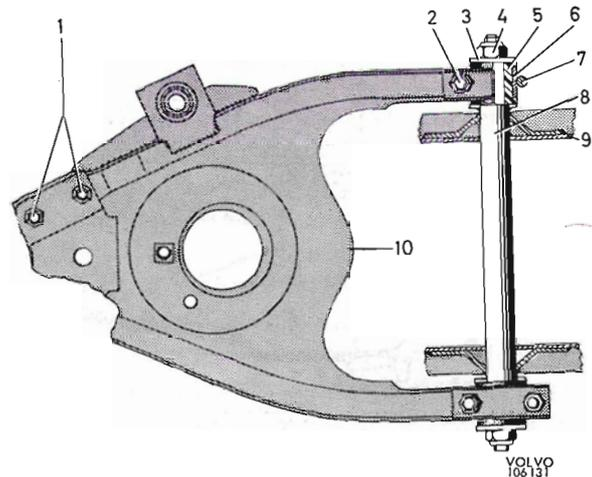
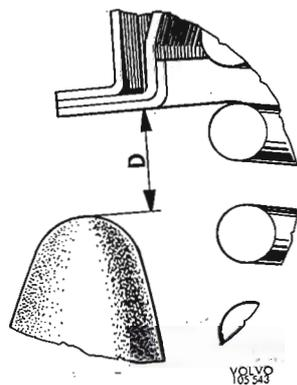

Abb. 31 Unterer Querlenker, früh. Ausf.
Abb. 32 Einbaulage für Querlenker
2. Muttern (2, Abb. 31) abschrauben und die Krampen (7) entfernen. Muttern (4) lösen und Unterlegscheiben (3) abnehmen.
4. Neue Gummibuchsen (5) und Metallbuchsen (6) mit Seifenlösung anfeuchten und auf der Querlenkerachse (8) einbauen. Unterlegscheiben (3) anbringen und die Muttern (4) aufschrauben. Beim Anziehen der Verschlußmutter soll der Querlenker radseitig so weit hochgestützt werden, daß der Abstand zwischen Gummipuffer und Vorderachsträger ungefähr 40 mm beträgt. Anziehmoment für Verschlußschrauben: 5,5–6,2 mkp.
5. Querlenker entlasten und die Krampen (7, Abb. 31) mit den Muttern (2) um die Querlenkerachse zusammenspannen. Muttern mit einem Moment von 2–2,5 mkp festziehen.
5. Querlenker-Achsbolzen (3) einbauen. Beachten, daß die kleinere Scheibe (1) unter dem Bolzenkopf angebracht werden muß.
6. Gegenüberliegend die größere Scheibe (5) anbringen und die Verschlußmutter (6) aufschrauben. Verschlußmutter nicht endgültig festziehen.
7. Wagenheber senken und radseitig unter der Feder ansetzen. Unteren Querlenker vorsichtig hochstützen, bis der Abstand zwischen Gummipuffer und Vorderachsträger (Maß D, Abb. 32) ca. 40 mm beträgt. In dieser Stellung
7. Betr. früh. Ausf.: Die Mutter (2, Abb. 31) lösen und die Krampen (7) bauseitig öffnen, wonach der Querlenker abgehoben werden kann.
8. Der Einbau geschieht in umgekehrter Reihenfolge. Bei der früh. Ausf. werden die Muttern (2, Abb. 15) an den Krampen mit einem Moment von 2,0–2,5 mkp festgezogen. Für beide Ausführungen gilt, daß der Abstand von der Spitze des Gummipuffers bis zum Vorderachsträger (Maß D, Abb. 32) ca. 40 mm bei Festzug der Verschlußmutter (4, Abb. 31) bzw. (6, Abb. 15) betragen muß. Bez. Stoßdämpfer sei bemerkt, daß mehrere Ausführungen mit unterschiedlichen Anweisungen zum Festzug der Muttern in Gebrauch sind. Siehe diesbezüglich im Werkstatt-Handbuch, Abt. 7 unter dem Titel „Einbau der Stoßdämpfer“. Nach Umrüstung des unteren Querlenkers ist die Vorderradstellung zu überprüfen und ggf. zu berichtigen, s. unter „Vorderradeinstellung“.